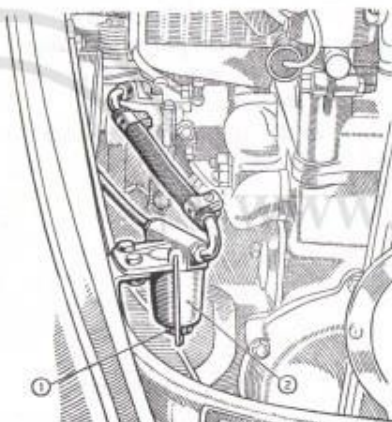

Fig. 20. - Filtro de la gasolina.
22. — Filtro gasolina: Desmontar la tapa del filtro, después de haber cerrado el grifo debajo del depósito, y lavar con cuidado el filtro y la tapa en la gasolina (fig. 20).